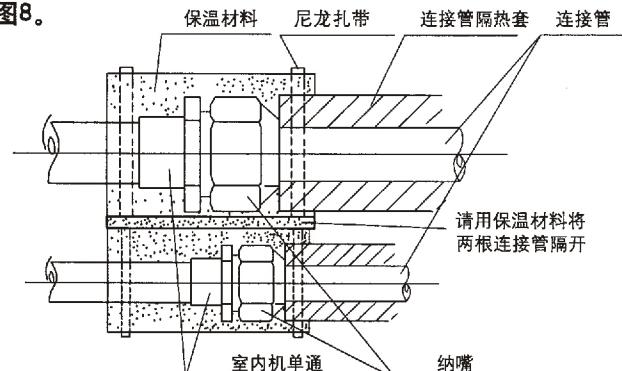

图8
(4) 请将带波纹一端的连接管安装在室内侧。
- 3 管道安装后用附件①保温材料包住所有扩口管连接部分，并用附件⑩尼龙扎带固定，如图8。